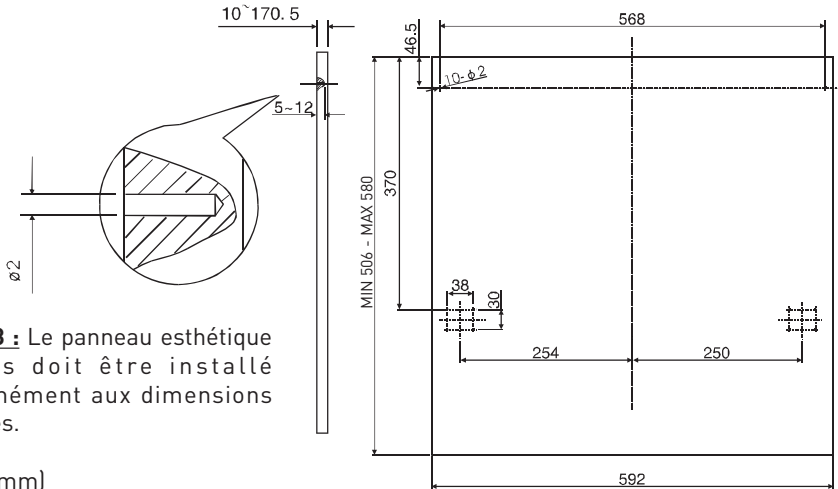

Figure 3 : Le panneau esthétique en bois doit être installé conformément aux dimensions illustrées.
1. Le panneau esthétique en bois peut être installé tel qu'illustré sur la figure 3.